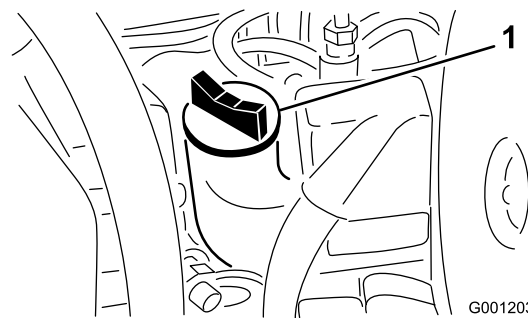

Рисунок 49
4. Если уровень масла ниже метки Full (Полный), снимите крышку заливной горловины (Рисунок 49) и долейте масло до отметки Full (Полный) на щупе. **Не допускайте переполнения.**